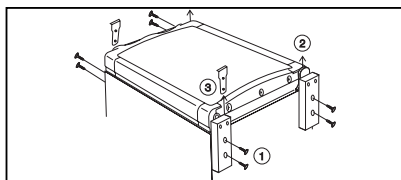

Figure 7.
10. Inversion des charnières (fig. 7)